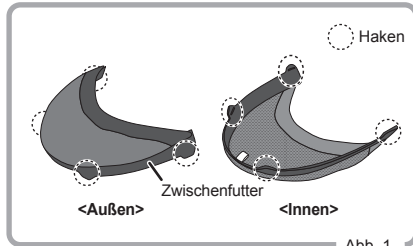

Abb. 1
1. Abbildung 1 hilft bei der Bestimmung der Innen- bzw. Außenseite.